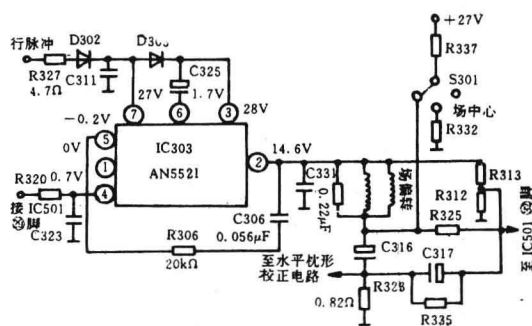

图 2 东芝 2500XH 型形电场输出电路
场输出电路由集成块 IC 303 (AN5521) 组成(如图 2)。场锯齿波电压从 IC 303 ④脚输入。在正程扫描期间 ⑤脚为低电平,⑥脚外接 D303 导通,使 C325 充电, C325 正极电压 26V 给 ③脚内部推挽管供电。在逆